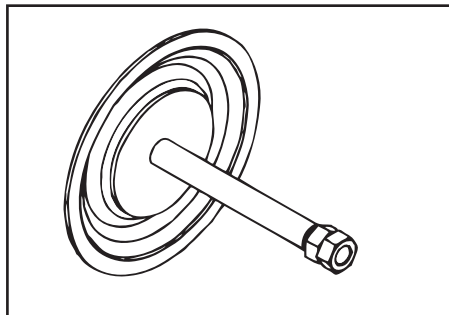

Figure 25
- Otez les écrous du côté opposé en utilisant le deuxième écrou comme un contre-écrou. (voir figure 25).